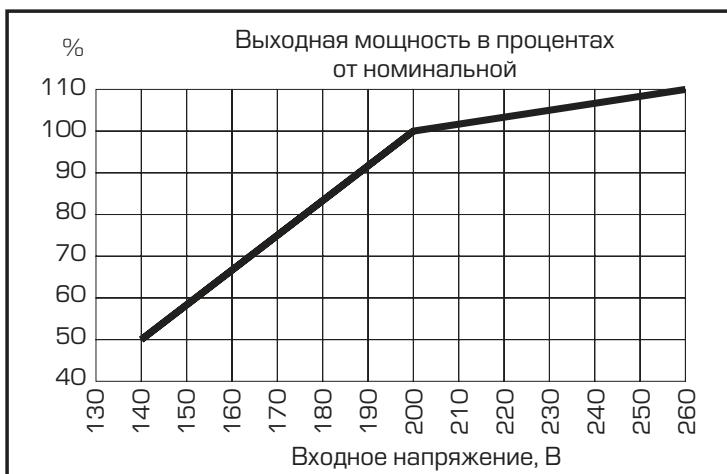

рис. 1
*Расчет мощности произведен для работы стабилизатора при входном напряжении от 200 В. Если напряжение ниже 200 В, необходимо учитывать поправку согласно рис.1.